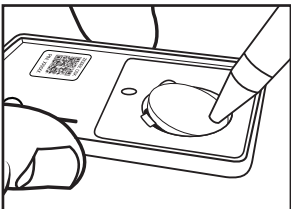

FIGURA 5
3. Mientras sostiene el sensor de forma segura sobre una superficie plana, presione el borde inferior de la batería con un lápiz (consulte la Figura 5).